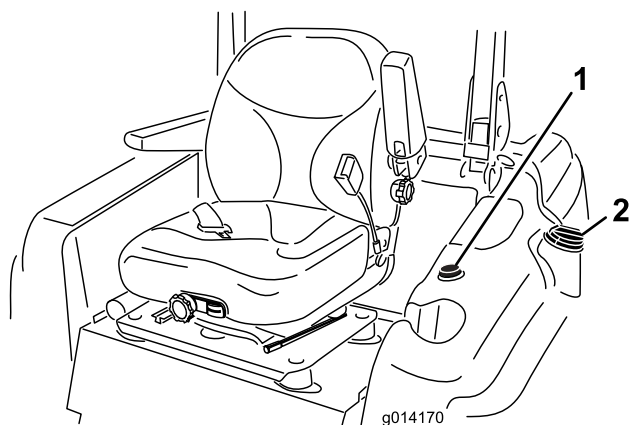

Figura 7
3. Pulite intorno al tappo del serbatoio carburante e togliete il tappo (Figura 7).